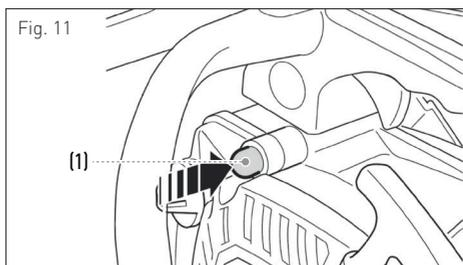

Fig. 11
(5) Pressione a bomba de injeção de combustível até que fique cheia de gasolina, (Fig. 11).